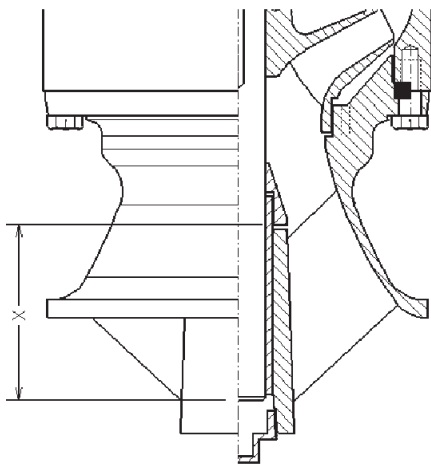

Рис. 16
2. Если пылезащитная шайба не установлена на вал, установите ее. Пылезащитная шайба устанавливается на вал методом горячей посадки с натягом. Большой диаметр расточки шайбы направлен в сторону подшипника заборника. Нагревайте пылезащитную шайбу до тех пор, пока она не начнет скользить по валу, после чего быстро (прежде чем она остынет) установите ее на место таким образом, чтобы нижняя поверхность пылезащитной шайбы не будет расположена в соответствии с размером "X". См. рис. 16. Размеры "X" см. в таблице 1. Сдвигайте гладкий конец вала привода насоса в подшипник камеры всасывания/заборника до тех пор, пока пылезащитная шайба не упрется в него.